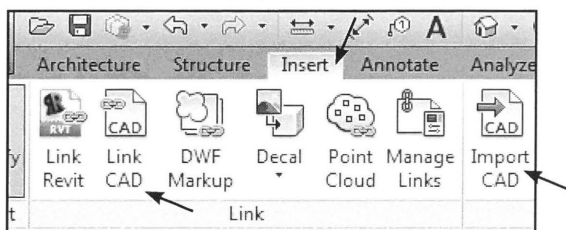

Fig. 10.68. Insert - Link Cad eller Import Cad.
- Klik *Insert - Link Cad* eller *Import Cad* (Fig. 10.68) der er ikke nogen forskel i dette tilfælde.